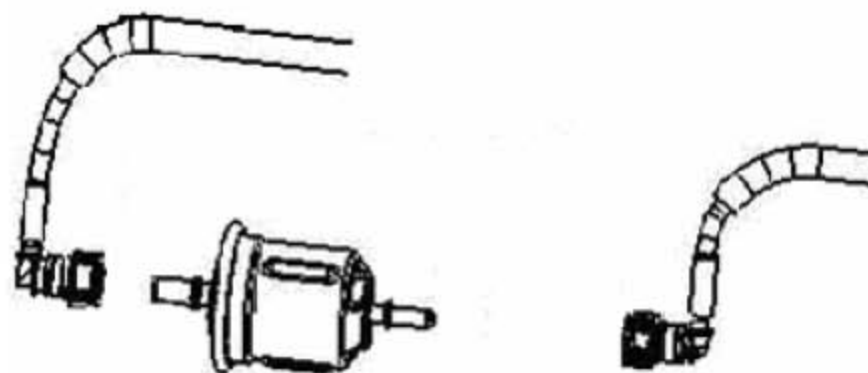

图4-3
- C). 将燃油滤清器两边的油管拆下。拆卸完后的燃油滤清器如下图4-3 所示：